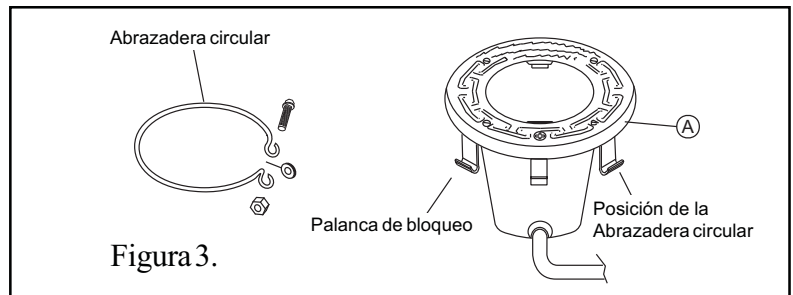

Figura 3.
- (1) Con el faro descansando sobre su base, coloque la junta en la parte superior de la armazón del faro como se describió en el paso 7. **SE TIENE QUE USAR UNA JUNTA NUEVA DELENTE CADA VEZ QUE SE VUELVA A ARMAR EL FARO.** Centre el aro de carátula de acero inoxidable y colóquelo encima del grupo formado por la lente y la junta. Todas las palancas de bloqueo deben estar colgando libremente y hacia abajo con el fin de instalar encima la lente y la junta. Antes de instalar la abrazadera de unitensión cerciórese de que la separación entre las puntas de la abrazadera sea de aproximadamente 1 pulgada (2.5 cm). (Tire de las puntas de la abrazadera de unitensión para lograr esto.)
- (2) Con las puntas dobladas de la abrazadera circular de unitensión apuntando hacia abajo abra la abrazadera y colóquela en las muescas en «U» de las palancas de bloqueo. Cerciórese de que las puntas dobladas de la abrazadera estén colocadas entre el par de palancas de bloqueo como se muestra en la figura 3, indicación A. Verifique que la abrazadera esté bien enganchada con todas las palancas.